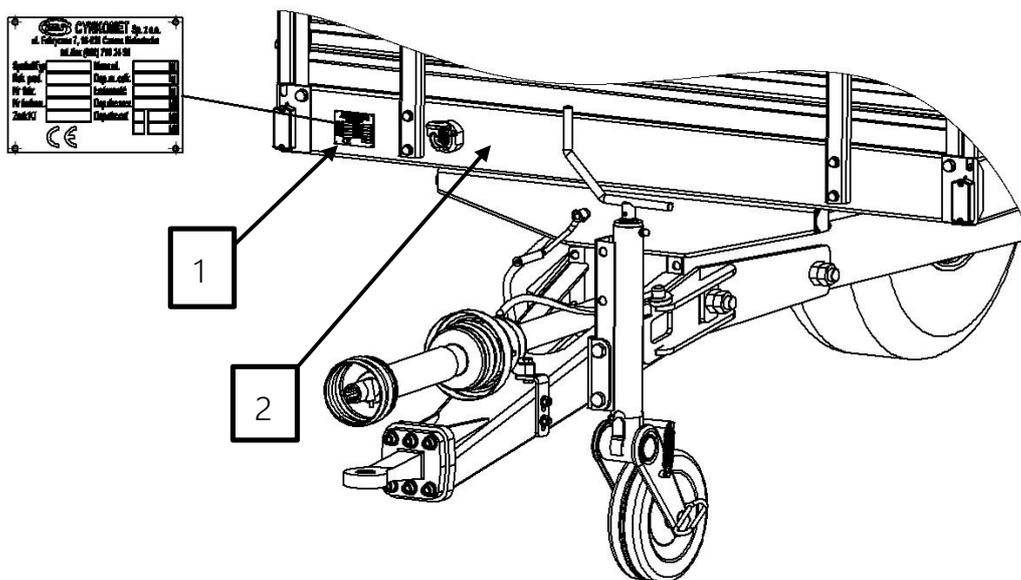

Abbildung 1. Lokalisierung des Typenschilds und der eingeschlagenen Seriennummer
Der Miststreuer ist mit einem Typenschild (1), sowie einer Seriennummer (2) gekennzeichnet. Die Seriennummer und das Typenschild befinden sich am Stirnbalken des oberen Rahmens - Abbildung 1.